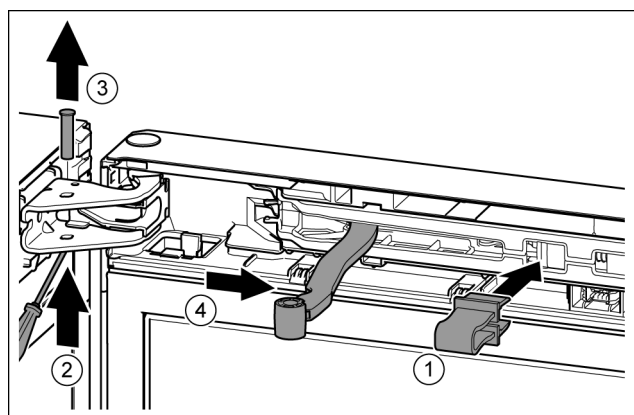

Fig. 10
- ▶ Zabezpieczenie zazębić w otworze. *Fig. 10 (1)*
- ▶ Sworznie wysunąć przy pomocy śrubokręta. *Fig. 10 (2)*
- ▶ Sworznie wyjąć w górę. *Fig. 10 (3)*
- ▶ Przegub obrócić w kierunku drzwi. *Fig. 10 (4)*